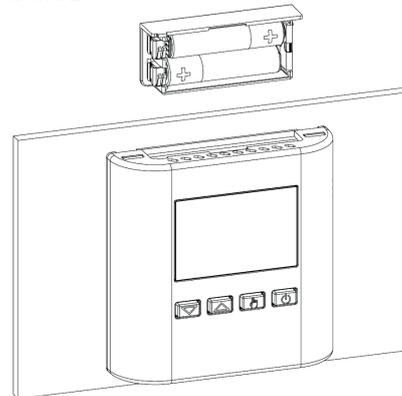

Рис. 12
4. Поставьте обратно отсек держателя батарей, толкая его до конца, рис. 12. Термостат включается автоматически.